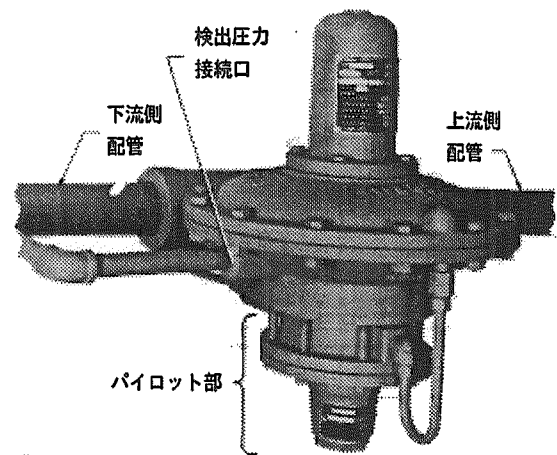

図1. 99シリーズ・ガスレギュレータの外観
- 3) レギュレータの取り付け姿勢には特に制限がありません。ボディに対するアクチュエータとパイロットの標準配置は図1の通りですが、ユニオンナットを緩めることによってアクチュエータのボディに対する向きを変更することができます。